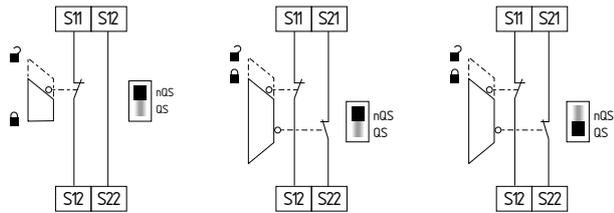

Fig. 11 Fig. 12 Fig. 13
**Surveillance de protecteur à 1 canal avec dispositifs d'interverrouillage selon EN ISO 14119 (Fig. 11)**